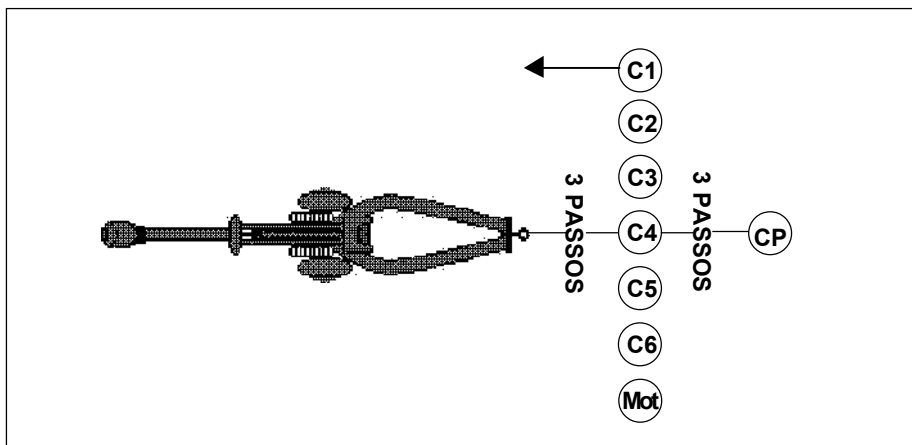

Fig 3-2. Guarnição formada à retaguarda da peça
(1) forma em uma só fileira, sem intervalos, como descrito na letra "a." anterior;
(2) a frente fica voltada para a direção geral de tiro (DGT);
- (3) quando o comando for “À RETAGUARDA...” (Fig.3-2):